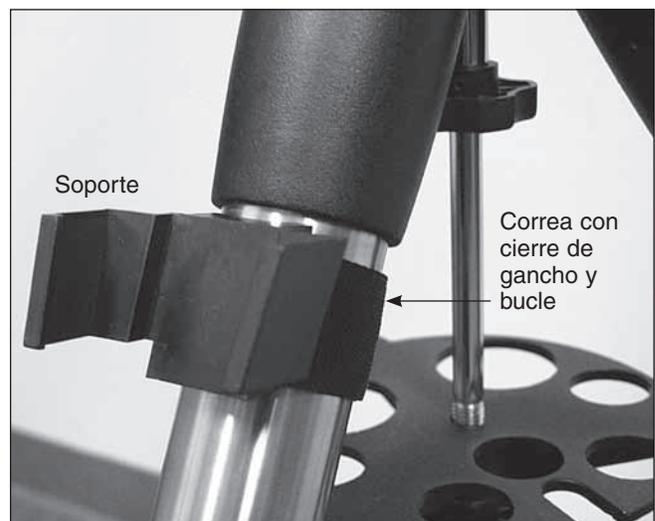

Figura 4. El soporte del controlador de mano debe fijarse a una pata del trípode.
3. Sujete el soporte del controlador de mano incluido a una pata del trípode encima de la bandeja de soporte central del trípode utilizando la correa de gancho y bucle, como se muestra en la **figura 4**.